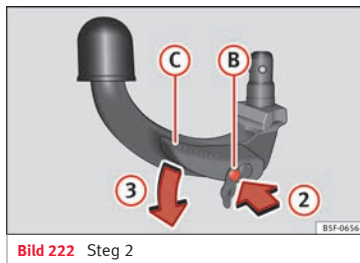

Bild 222 Steg 2
- Tryck utlösningsbulten ② i pilens riktning ②, och tryck samtidigt spaken ③ i pilens riktning ③ så långt det går » **bild 222**.